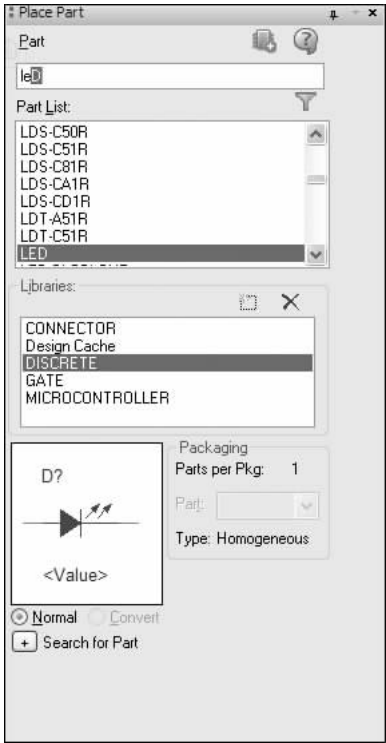

图 5-6 选择要放置的元件
3) 在列表框中选中所要放置的元件。在 “Part (元件)” 文本框中输入所要放置元件的名称或元件名称的一部分，包含输入内容的元件会以列表的形式出现在浏览器中。这里所要放置的元件为 LED，因此输入 “leD” 字样，该元件将以高亮显示，此时可以放置该元件的符号。在 “Packaging (包装)” 栏中预览元件 LED 的图形符号，如图 5-6 所示。